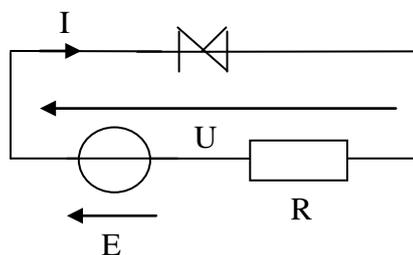

Figure 6
3.4. On considère le circuit de la figure 6 dans lequel $R = 500 \Omega$.